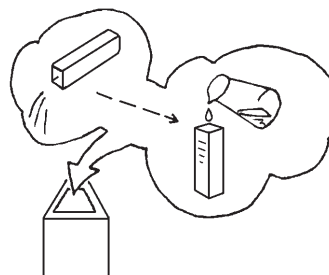

図4
4. R-2試薬投入約8分後、ゼロ合わせで使用したセルの検水をすて、3. の検水をよく攪拌し、その一部をセルに移しかえてセルホルダー等にセットする。(図4)